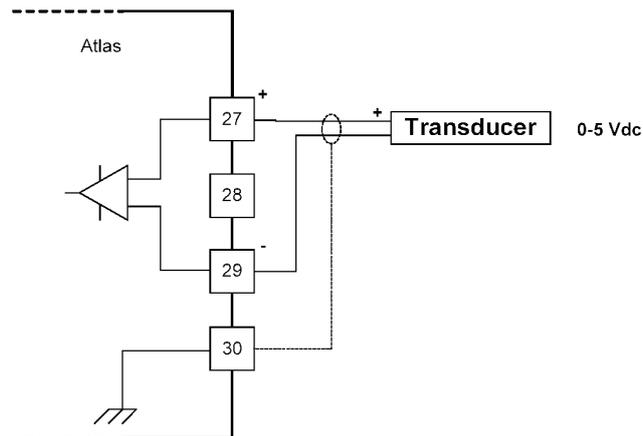

図 4-6. 0-5 V 入力と SmartCore ボードのインタフェース (配線方法の 1 例)
- アナログ入力の配線方法については、図 4-5 と図 4-6 を参照してください。